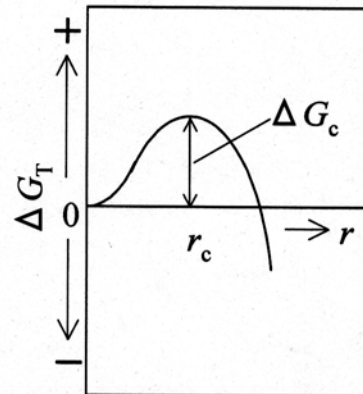

図 5-1
C/C_s が一定の場合、 ΔG_T と結晶核の半径 r の関係は図 5-1 のようになる。ここで、 ΔG_T が極大値 ΔG_C を示すときの結晶核の半径を r_c とすると、 r_c と ΔG_C とは、それぞれ次の式で与えられる。
- (b) 図 5-1 に示した ΔG_T と r の関係が、 C/C_s の大小により、どのように変化するか図を用いて説明しなさい。